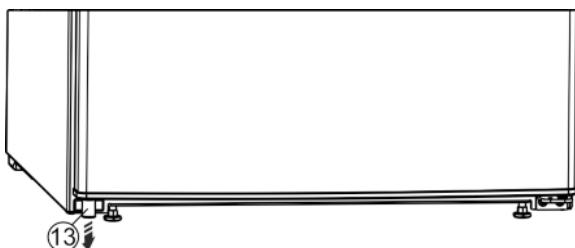

Fig. 5
- ▶ Vľavo dolu z dverí vyberte dištančný diel Fig. 5 (13).